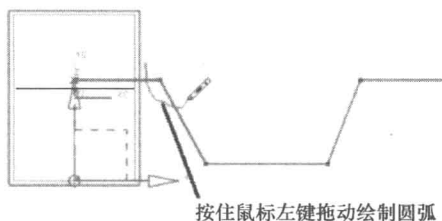
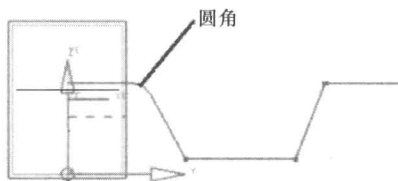

图 1-19
图 1-20
(3) 在【草图曲线】工具栏内选择 (圆角) 图标，在图形中按住鼠标左键拖动，绘制如图 1-19 所示的弧，进行倒圆角，创建圆角如图 1-20 所示。